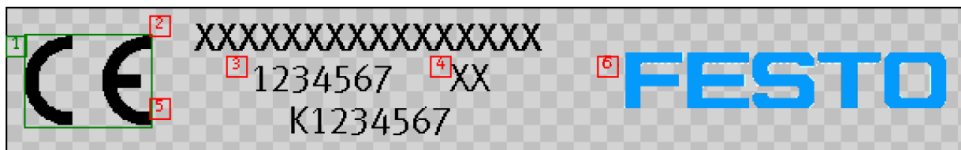

Abb. 1 Typenschild
- Die Belegung des Anschlusses findet man ebenfalls im Abschnitt „Elektrischer Anschluss“. Es ist stets auf die richtige Polung zu achten. Auf dem Typenschild (Abb. 1) finden sich folgende Angaben wieder: